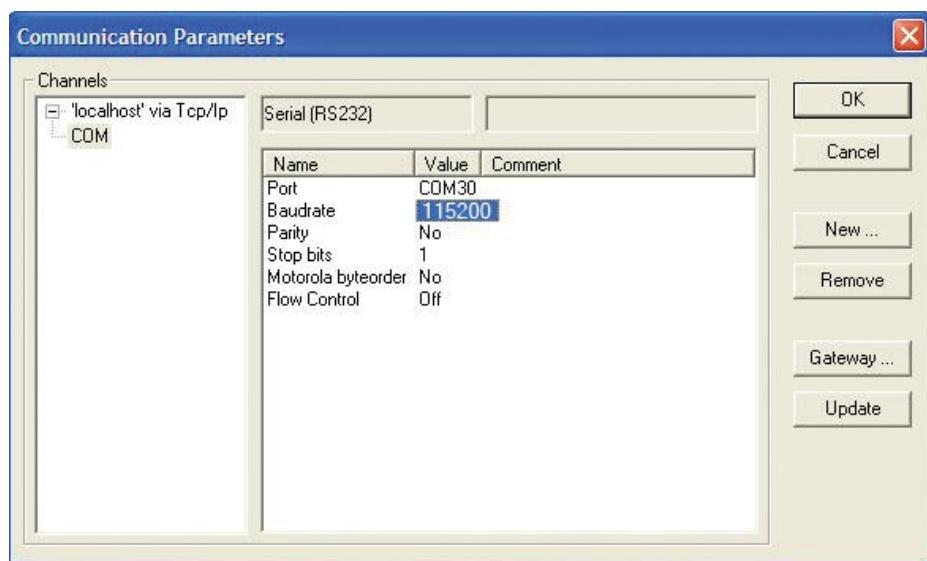

Рисунок 15.17 - настройка порта RS-232.
19) Выбрать порт к которому подключен кабель программирования, в нашем случае - COM30, выбрать скорость соединения 115 200 бод, нажать кнопку «OK» (рисунок 15.17);